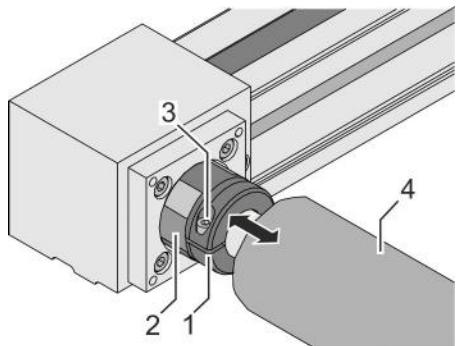

Fig. 27: Montaggio del mozzo di bloccaggio
8. → Spingere i mozzi di bloccaggio (Fig. 27/2) nei mozzi a vite (Fig. 27/1).
Per raggiungere i mozzi di bloccaggio, spostare il tubo di protezione (Fig. 27/4) sul tubo d'acciaio.
9. → Di volta in volta stringere la vite (Fig. 27/3) sui mozzi di bloccaggio: